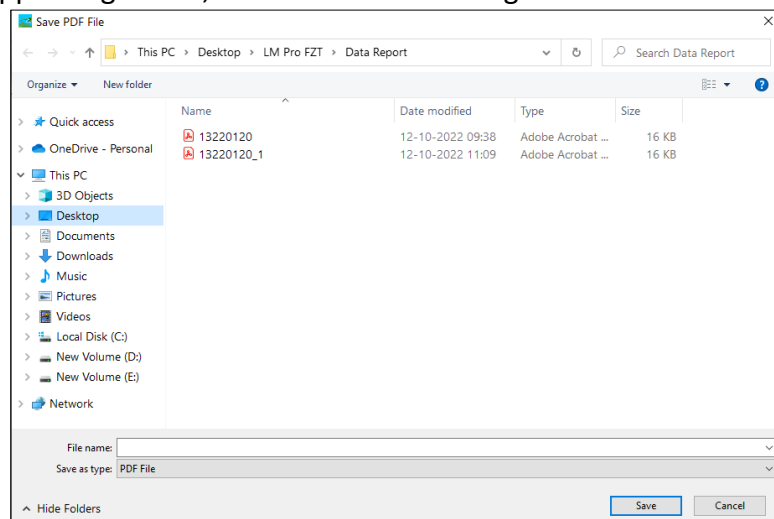

Figure 21 Sélection de l'emplacement du fichier pour l'enregistrement du rapport PDF
- Après cela et générer le rapport PDF de résumé des données en cliquant sur l'icône . Une fenêtre contextuelle apparaît pour sélectionner le chemin d'accès du fichier et le nom du fichier du rapport à générer, comme le montre la figure 21.